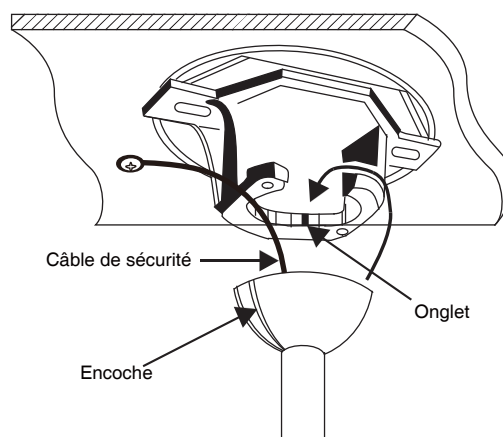

Fig. 6
5. Soulevez précautionneusement le bloc du ventilateur jusqu'au support de montage du plafond et logez la boule de suspension dans la cavité du support de montage. Assurez-vous que la patte située sur la cavité du support de montage est bien logée dans l'encoche de la boule de suspension (fig. 6). Ceci vous permettra d'équilibrer le ventilateur de plafond.
⚠ Avertissement : l'onglet situé dans l'anneau doit reposer dans l'encoche de la boule de suspension, tel qu'illustré par la fig. 6. Ne pas insérer correctement l'onglet dans l'encoche pourrait endommager le câblage.